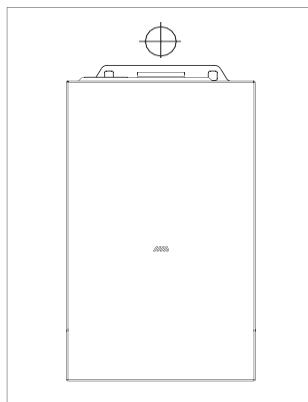

Рис. 8
- г) далее котел навесьте на подвесную панель (рис. 8)